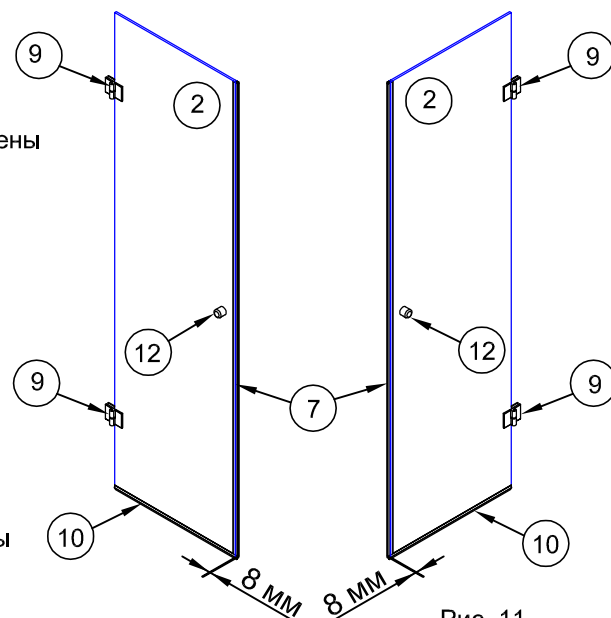

Рис. 11
5.1. На двери (№2) установить ручки №12. На торцы от пола установить уплотнители №10. Крылья отливов должны быть направлены в середину кабины. Торцы уплотнителей со стороны петель должны совпадать с торцами стекла (рис.11). Со стороны ручки торцы уплотнителей должны выступать за торцы стекла на 8 мм.
5.2. На торцы дверей со стороны ручек установить магнитные уплотнители №7. Низ уплотнителей должен прилегать к уплотнителям №11 (рис.11).
5.3. Разобрать петли №9 (4 шт.): открутить фиксирующие пластины и снять половину прокладок. Установить петли в вырезы дверей, с внутренней стороны установить прокладки и фиксирующие пластины. Всё скрутить винтами (рис.11).